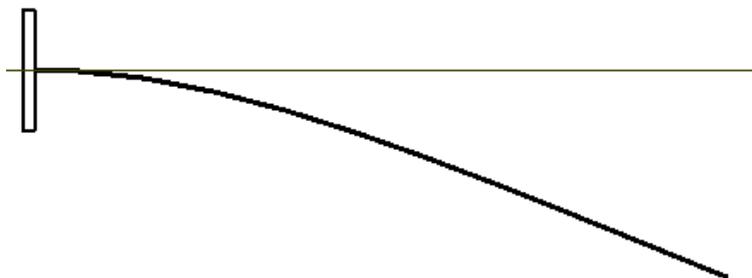

图 3.9 悬臂梁的平衡位置状态
3. 先点击 **Equilibrium**，再点击按钮  开始计算。计算完毕，动画窗口显示的即为平衡位置状态，如图 3.9 所示。